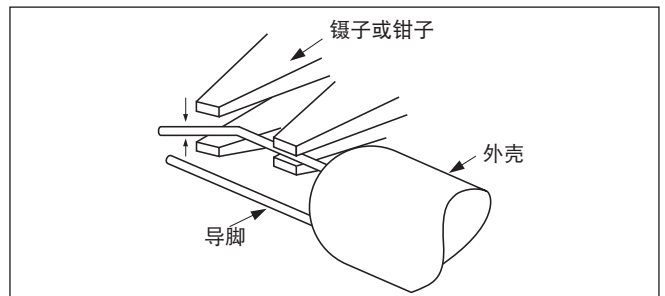

图4
- (2) 要修改弯曲的导脚时,要压住外壳基侧的导脚,且从上下方压住弯曲的部位,再进行修改(参阅图 4)。